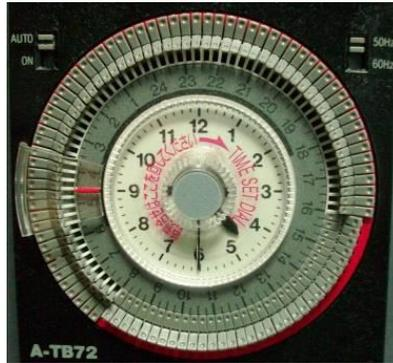

图 4-6: 定时器
3. 设定当前时间。如图 4-6 所示，顺时针旋转定时器中间的“TIME SET DIAL”旋钮来设定当前时间。靠中间一圈白底刻度盘为 12 小时制，靠外一圈灰底刻度盘为 24 小时制，请注意区分。如图所示，所设定的当前时间为凌晨 4 点半，即 04: 30。